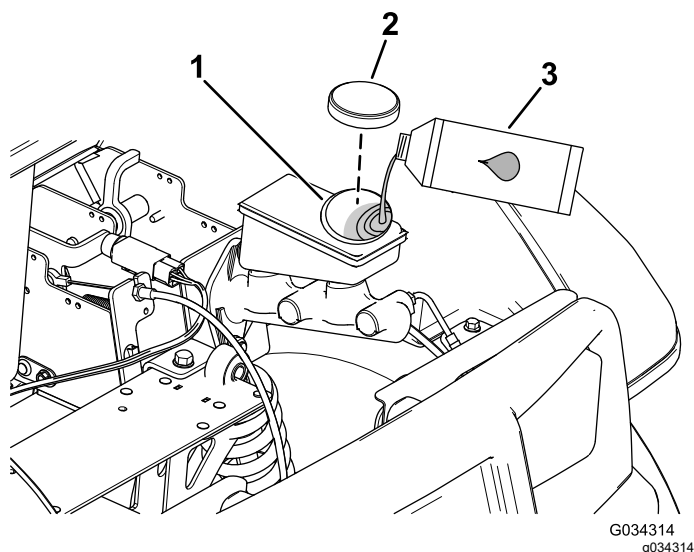

Figura 60
2. Sollevare il cofano per avere accesso al cilindro del freno principale e al serbatoio (Figura 60).
- A. Pulite l'area intorno al tappo del serbatoio e togliete il tappo (Figura 60).
- C. Montate il tappo sul serbatoio (Figura 60).